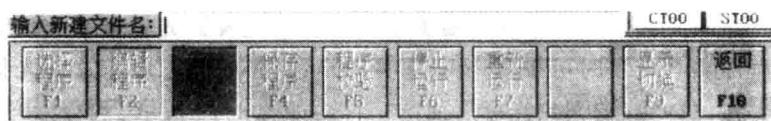

图 1-8 新建程序界面
- (2) 程序菜单界面中选择功能键【F2】“编辑程序”，进入编辑程序对话窗口。
- (3) 在编辑程序窗口中，选择功能键【F3】“新建程序”。这时人机对话窗口会提示：“输入新文件名”。输入文件名后，按【Enter】键确认后可以对新建程序进行编辑了，如图 1-8 所示。